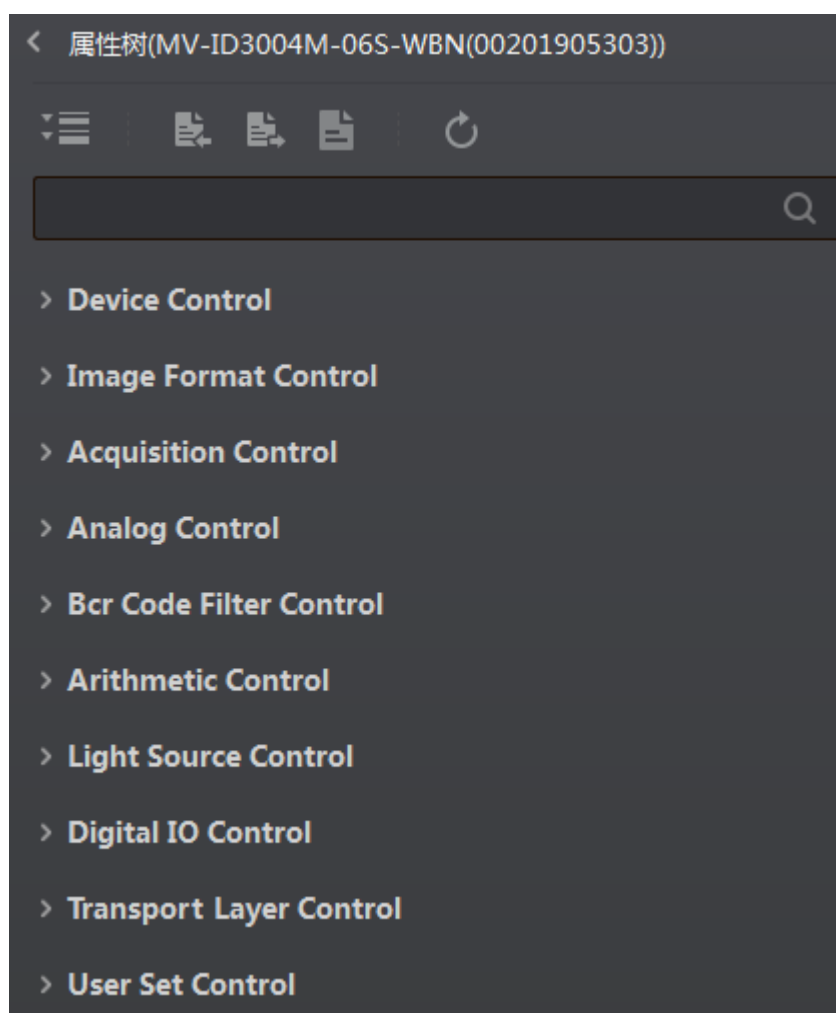

图3-3 属性树
5. 查看属性树: 选中已连接设备, 右键单击选择“属性树”可进入设备自身英文属性树, 如图 3-3 所示。